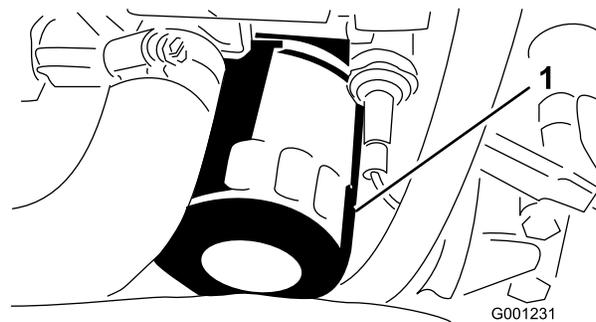

Figura 50
- Togliete il filtro dell'olio e sostituitelo (Figura 50).